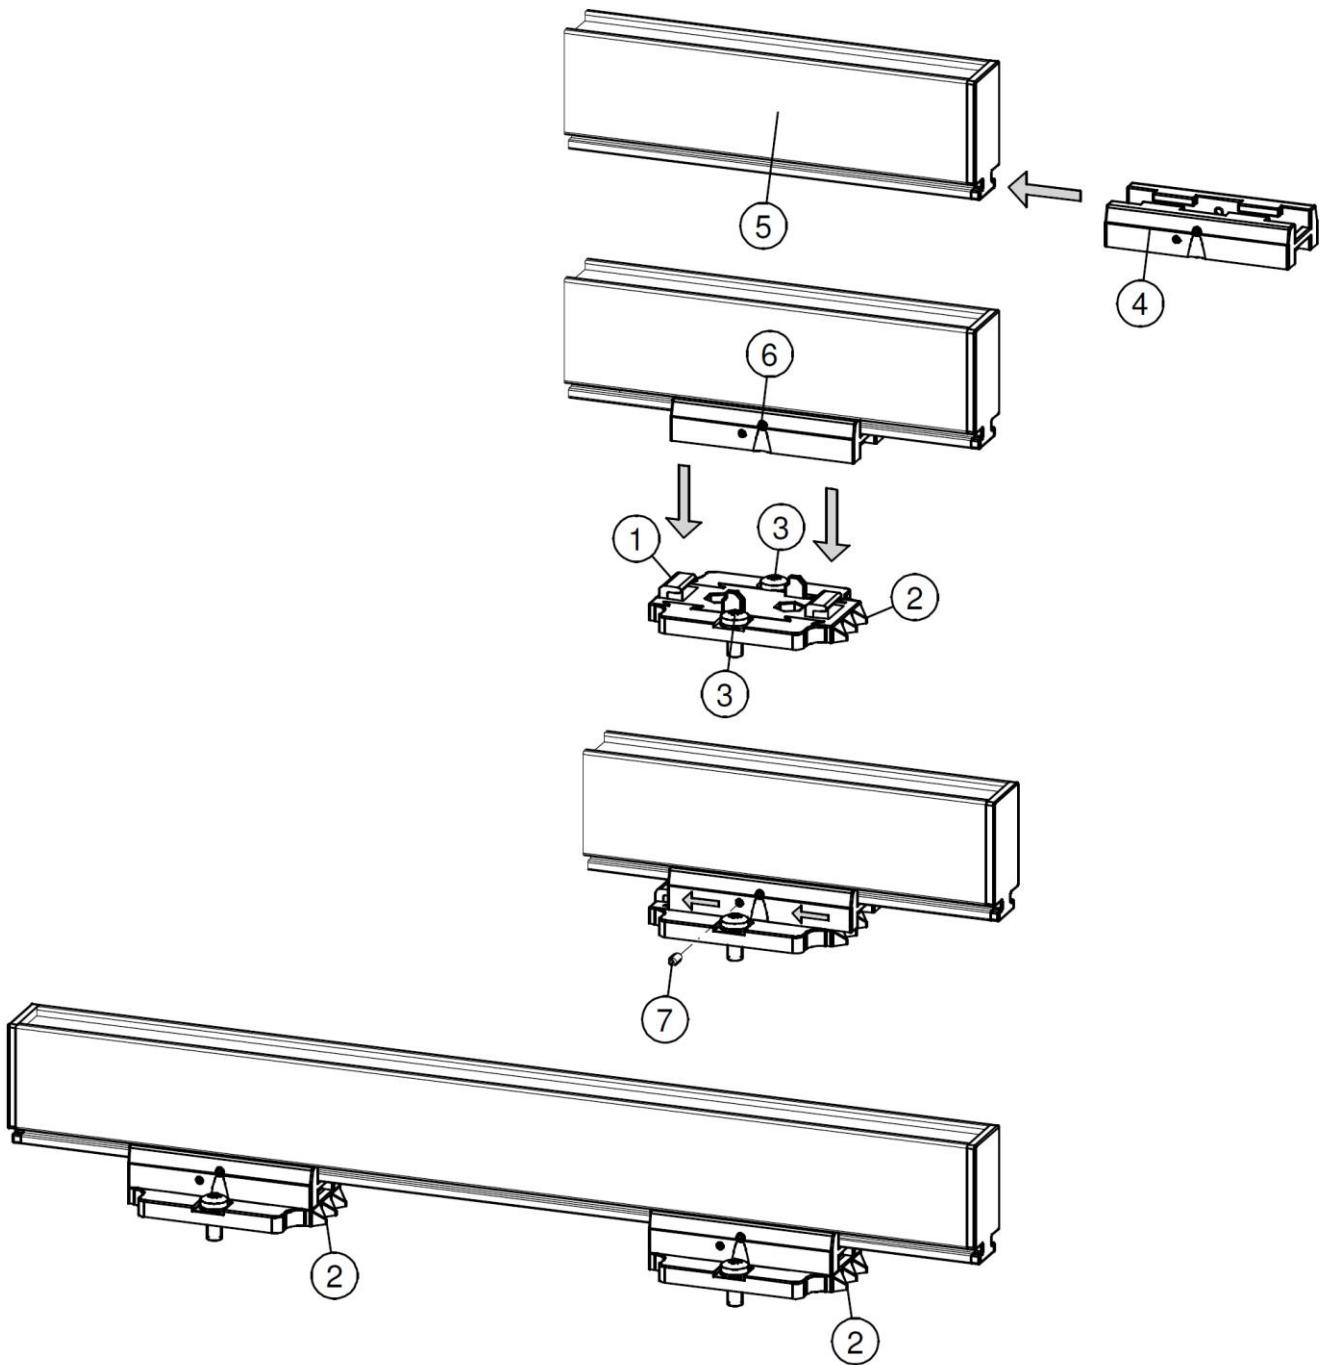

Abbildung 5: Montage des Ionensprühstabs mit Montagebügeln
- Schrauben Sie die Stellschrauben (Nr. 6) aus den Halterungen (siehe Abbildung 5).